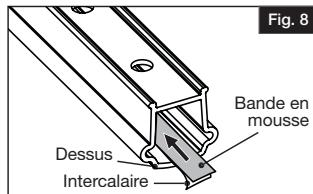

Fig. 8
- NE PAS ENLEVER L'INTERCALAIRE SUR TOUTE LA BANDE. Enlever SEULEMENT 1 po (25 mm) de l'intercalaire à chaque extrémité de la bande en mousse pour exposer l'adhésif (Fig. 8).